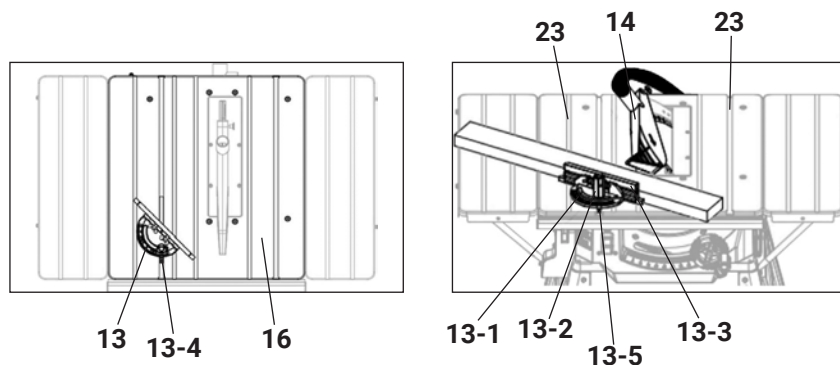

рис.6
Установка углового упора с транспортиром (см. рис.6)
В зависимости от направления реза заготовки, угловой упор можно расположить справа или слева от пильного диска. Для установки упора: - вдвинуть направляющий стержень (рис.6 поз.13-5) в нужный паз (рис.6 поз.23) рабочего стола (рис.6 поз.16); - ослабить фиксирующий винт, повернув рукоятку (рис.6 поз.13-2) против часовой стрелки; - повернуть корпус со шкалой (рис.6 поз.13-1) относительно стрелки (рис.6 поз.13-2) в нужную сторону на нужный угол, совместив стрелку с соответствующим делением шкалы; - зафиксировать выбранное положение, закрутив рукоятку (рис.6 поз.13-2) по часовой стрелке.
- вставить направляющий стержень (рис.6 поз.13-5) углового упора в паз (рис.6
поз.23) рабочего стола (рис.6 поз.16), как описано в данном руководстве (с учётом ширины заготовки и направлением угла реза); - нанести (фломастером, мелом) на заготовку линию реза; - прижать ровный край заготовки к пластине углового упора (рис.6 поз.13-3) и совместить линию реза с плоскостью пильного диска; - ослабить крепление защитного кожуха (рис.6 поз.14) к расклинивающему ножу (рис.1 поз.20), он должен касаться нижней поверхностью верхней плоскости заготовки; - включить двигатель и дождаться набора диском полных оборотов; - провести рез, подавая заготовку к режущему диску, прижимая её к рабочему столу, равномерно (без излишнего давления) передвигая направляющий стержень углового упора по пазу рабочего стола;